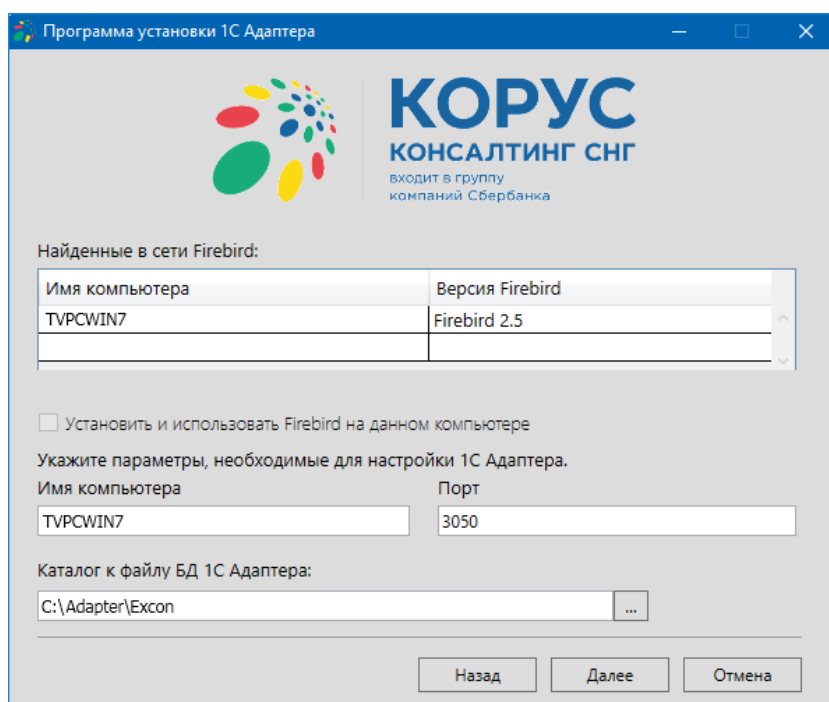

Рисунок 18 – Найден установленный Firebird
8.1.2. Рассмотрим вариант, когда система нашла установленную СУБД Firebird в сети - тогда поле «Установить и использовать Firebird на данном компьютере» будет неактивно. Нужно указать параметры для настройки и нажать кнопку «Далее» (рис. 18).